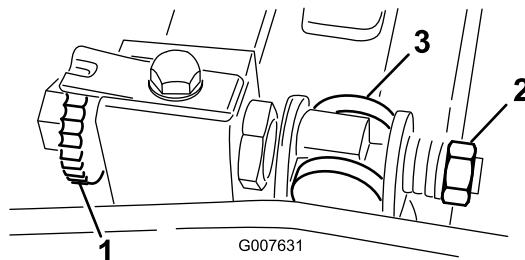

Figura 55
1. Ruotate la vite di regolazione della barra di appoggio in senso antiorario per allontanare la controlama dal cilindro (Figura 55).
2. Allentate il dado di tensione della molla, finché la rondella non sarà più in tensione contro la barra di appoggio (Figura 55).